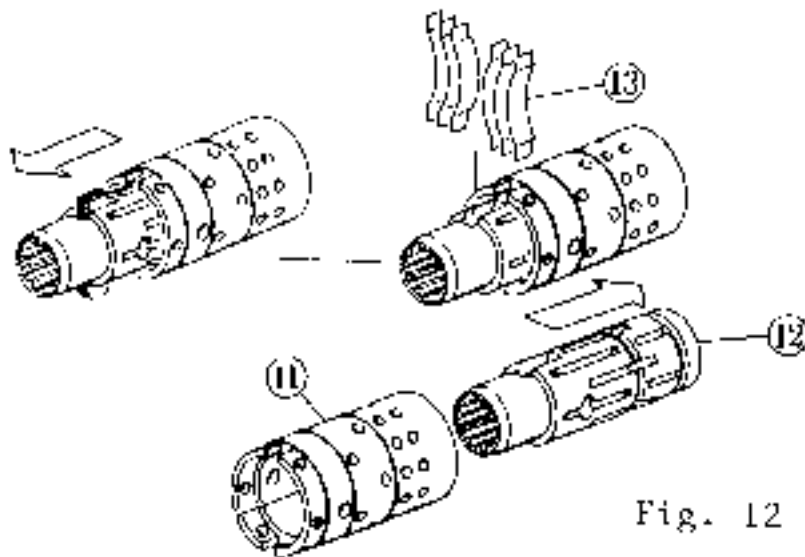

Fig. 12
14. Extract pin (14) from the spool-sleeve ass'y.
15. Push spool (12) slightly forward in sleeve (11), and carefully remove springs (13) by hand from spool (12). Then, extract spool (12) rearward from sleeve (11) while turning it slowly. (Fig. 12)
15. スリーブ内側のスプール(12)を少し前へ押し出して、スプリング(13)を手で注意してスプール(12)から外す。スプール(12)を静かに廻してスリーブ(11)の後から抜く。(Fig. 12)